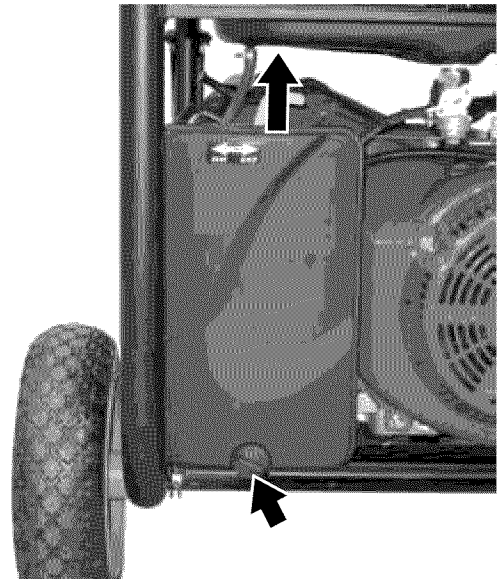

Figura 35 – Procedimiento para retirar la cubierta del filtro de aire
3. Gire la perilla de liberación que está en la base del conjunto del filtro de aire (vea la Figura 35) en el sentido contrario a las agujas del reloj hasta que la cubierta del filtro de aire se pueda mover libremente hacia afuera.
4. Levante lentamente y desenganche las aletas superiores de la cubierta del filtro de aire (vea la Figura 35). Limpie la cubierta del filtro de aire con una tela húmeda y colóquela sobre una superficie limpia.